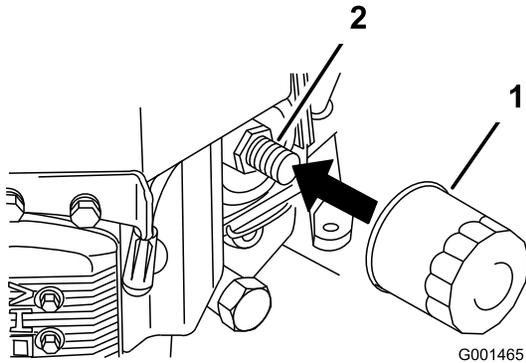

Figura 24
2. Retire el filtro de aceite usado (Figura 24).
3. Aplique una capa fina de aceite nuevo a la junta de goma del filtro nuevo (Figura 24).
4. Instale el filtro de repuesto en el adaptador de filtro; gire el filtro en el sentido de las agujas del reloj hasta que la junta de goma entre en contacto con el adaptador del filtro, luego apriete el filtro tres cuartos de vuelta más (Figura 24).